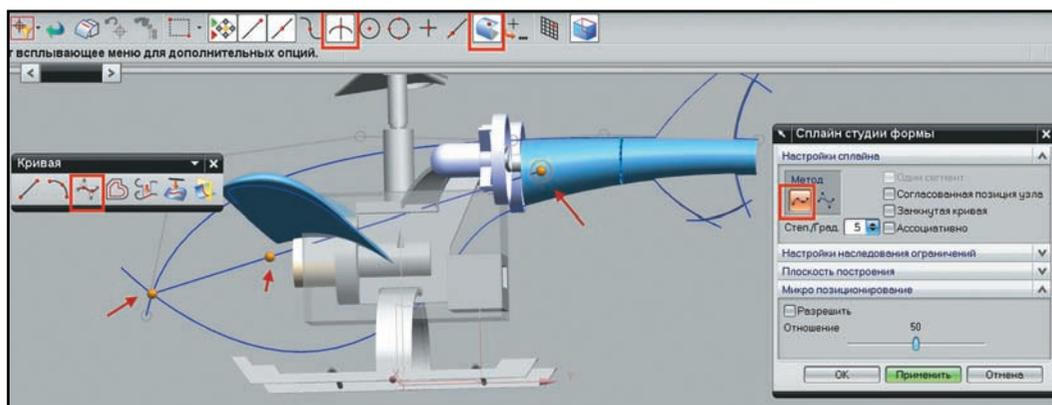

Рисунок 3.32 Построение сплайна
- Выберите в диалоге создания сплайна метод **По точкам (Through Points)** и в качестве первой точки укажите в графической области пересечение сплайнов контуров корпуса. Вторую точку укажите на поверхности заметания ближе к левой кромке. Появится предварительное изображение получаемого сплайна, укажите на нем третью точку между первыми двумя, ближе к первой точке (рис. 3.32).